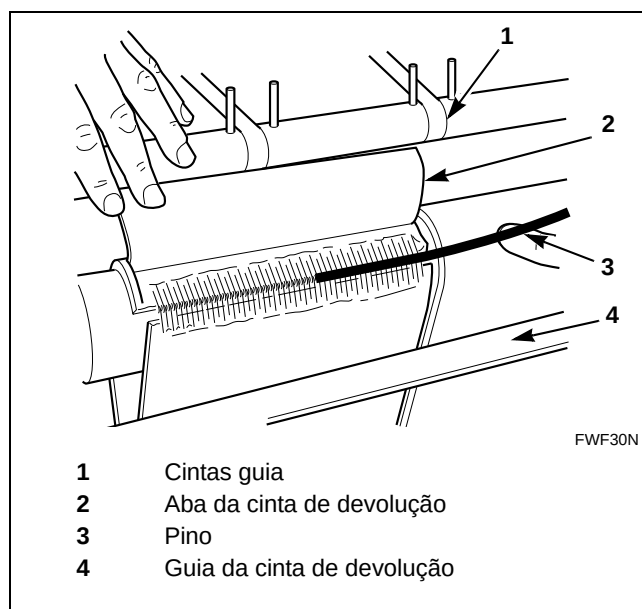

Figura 35
7. Remova o pino dos destes da cinta de devolução. Consulte a *Figura 35*.